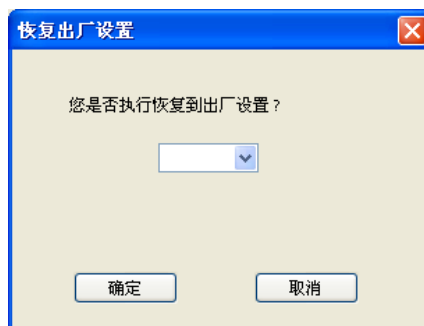

图 5.38 恢复到出厂设置提示框
1. 点击“校准”->“恢复出厂设置”->“恢复到出厂设置”按钮，弹出“恢复到出厂设置”窗口，如图 5.38 所示：